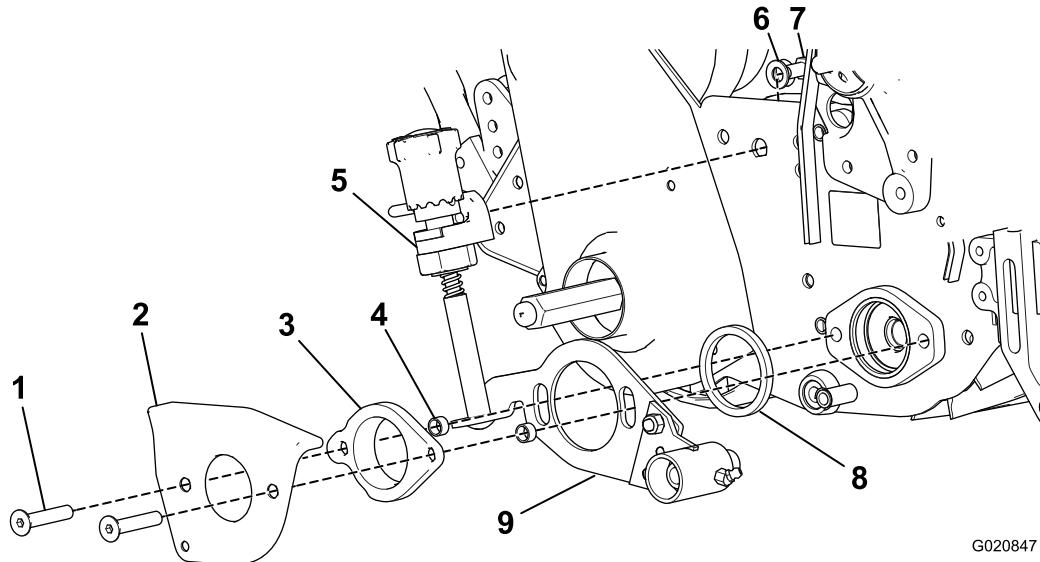

Figura 19
6. Rimuovete il coperchio del braccio del groomer (Figura 19); conservate le viti a testa piana ed eliminate i distanziali sotto il carter.
8. Rimuovete la rondella curva e il bullone ($\frac{3}{8}$ " x $\frac{5}{8}$ ") dal blocco di montaggio della manopola di regolazione (Figura 19).
9. Inserite un anello adattatore nella sede del cuscinetto del cilindro (Figura 19).
cuscinetto e posizionate un distanziale su ogni vite (Figura 19).
11. Installate il gruppo carter del braccio del groomer, adattatore del cuscinetto, distanziali e piastra del groomer sulla sede del cuscinetto del cilindro, facendo scorrere l'adattatore attraverso la boccola in bronzo nel gruppo piastra del groomer e nella sede del cuscinetto del cilindro (**Figura 19**).
13. Fissate il blocco di montaggio del gruppo manopola di regolazione del groomer sulla piastra laterale destra con il bullone ($\frac{3}{8}'' \times \frac{5}{8}''$) e la rondella curva rimossa in precedenza (**Figura 19**).